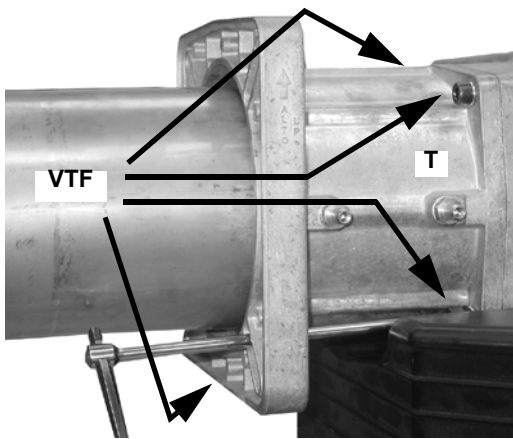

Рис. 4
- 3 Снять фланцевый патрубок Т, открутив для этого 4 винта с углубленной головкой VTF (Рис. 4)